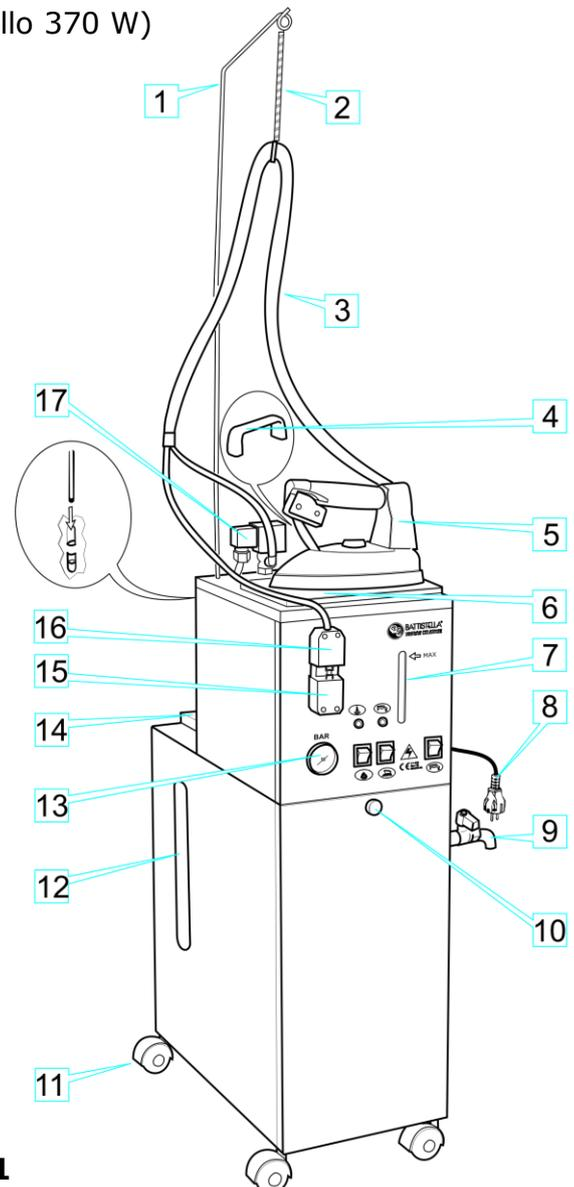
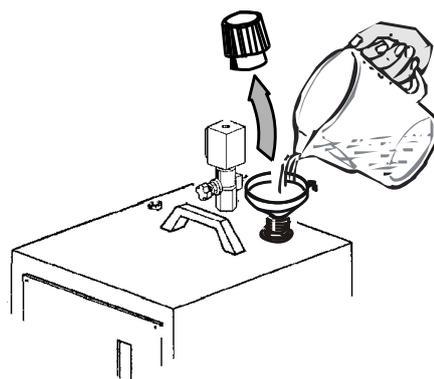

Fig. 1
Fig. 7
2. Estrarre la BARBARA 31 semi-automatica dalla scatola e inserire l'antenna nell'apposita porta antenna situato sul retro del dell'apparecchio (fig. 1), avendo l'avvertenza di inserirla bene fino in fondo.
3. Fissare la molla reggi filo al gancio dell'antenna evitando attorcigliamenti (fig. 1).
4. Posare il ferro sul poggia ferro in gomma in dotazione (fig. 1).
Svitare il tappo valvola dalla BARBARA 31 semi-automatica (fig. 1), riempire con la quantità desiderata d'acqua la caldaia (fig. 7). Riavvitare il tappo prendendolo per la parte in plastica con l'avvertenza di non serrarlo troppo altrimenti si rovina la guarnizione (vedi capitolo 7).
3. È prudente, durante lo stiro, riporre il ferro solamente sull'apposito poggia ferro in gomma (fig. 1).
4. rifornire quindi d'acqua la caldaia (fig. 7) avendo l'avvertenza di non superare il segno MAX (vedi capitolo 4 punto 1 b). Si consiglia di riempire d'acqua la caldaia servendosi di un imbuto. Riavvitare il tappo valvola (fig. 1), reinserire la spina nella presa di corrente e attendere finché non si spegne la spia caldaia (fig. 2 A);